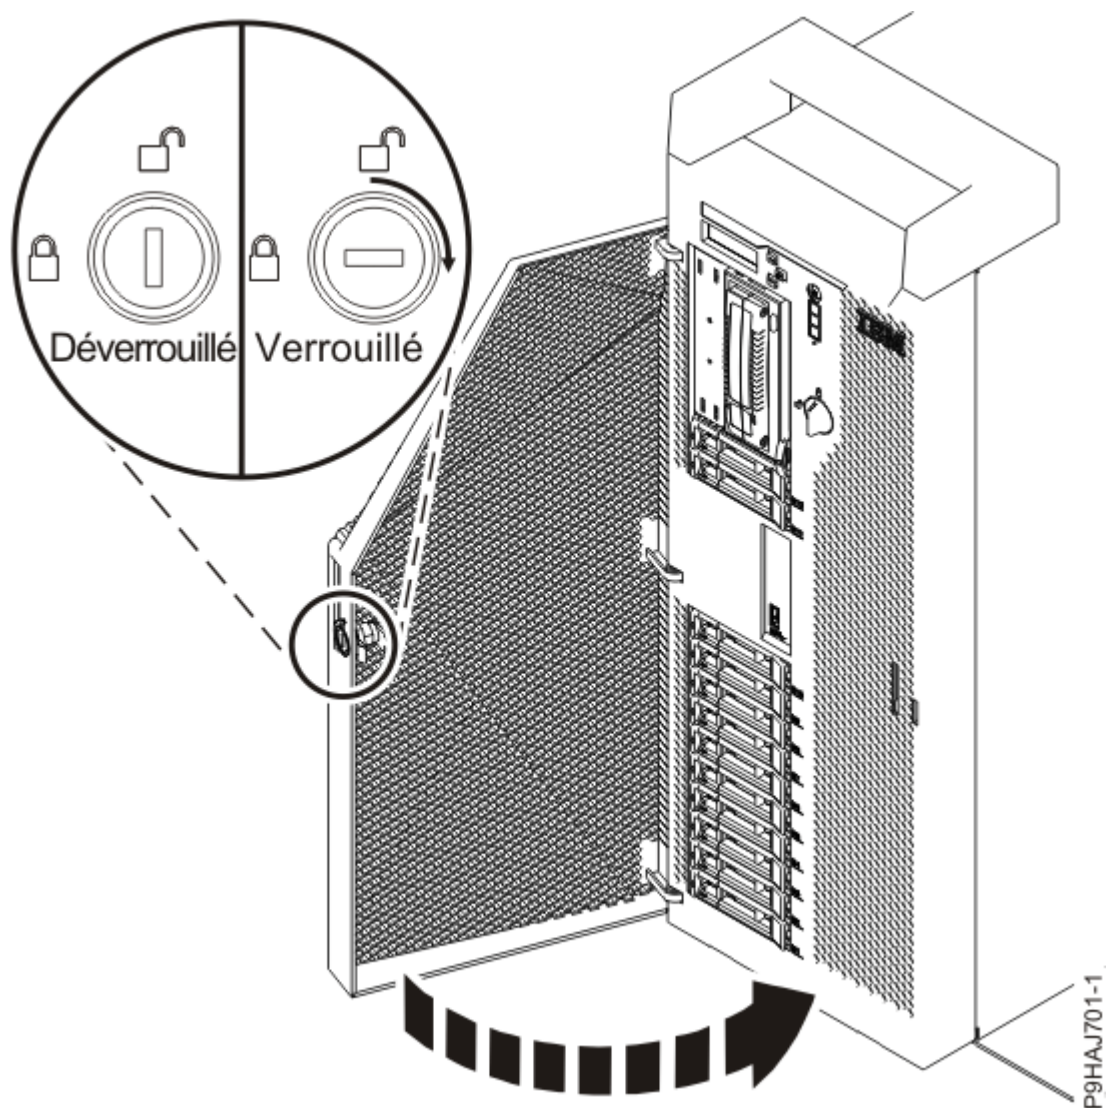

Figure 15. Verrouillage du volet avant
- e) Fermez le volet avant. Insérez la clé du volet avant dans le verrou, comme illustré dans la Figure 15, à la page 18. Tournez la clé vers la droite (dans le sens des aiguilles d'une montre) afin de verrouiller le volet. Horizontal correspond à la position verrouillée ; vertical correspond à la position déverrouillée.